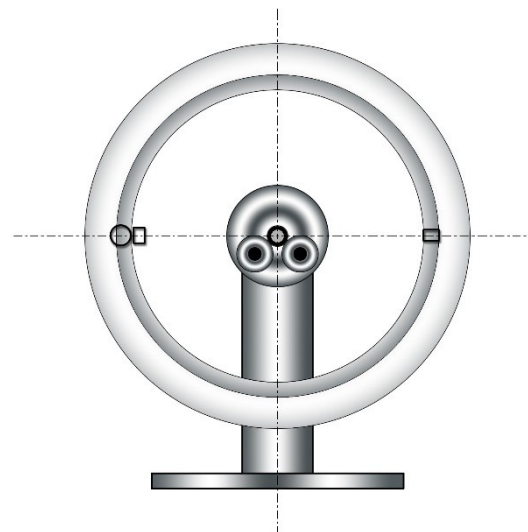

Figure 2: jante neutre de position de repos
- Au point le plus léger, ajoutez suffisamment de poids provisoire pour que la jante tourne de 90° (voir Fig. 2). Pour une jante vide, un maximum de 30 g de poids devrait être nécessaire. Si vous avez besoin de plus de poids, vous devez vérifier la jante et les accessoires pour savoir s'ils sont endommagés les dégâts. Vérifiez la bande de roulement.